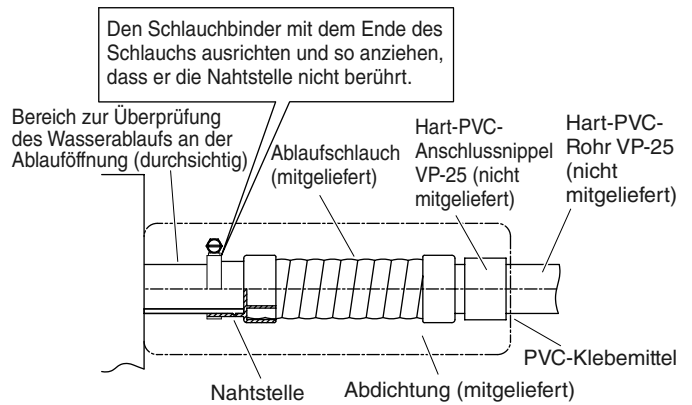

Abb. 3-10a
(1) Standard-Hart-PVC-Rohr (Außendurchmesser: 32 mm) als Ablaufleitung zusammen mit dem mitgelieferten Ablaufschlauch und dem Schlauchbinder verwenden, um Undichtigkeiten zu vermeiden. Das PVC-Rohr muss separat gekauft werden. Das Schauglas an der Ablauföffnung gestattet die Kontrolle des Abflaufs. (Abb. 3-10a)
- Die Schlauchbinder so festziehen, dass ihre Sicherungsmuttern nach oben weisen. (Abb. 3-10a)